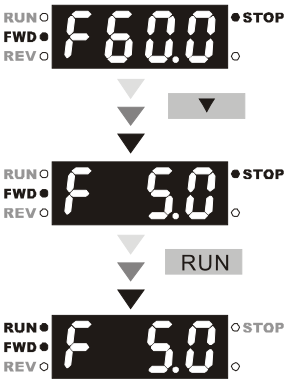

图 3-3
- ☑ 按 **▼** 键设定 5 Hz 左右的低频率。（参考图 3-3 所示）